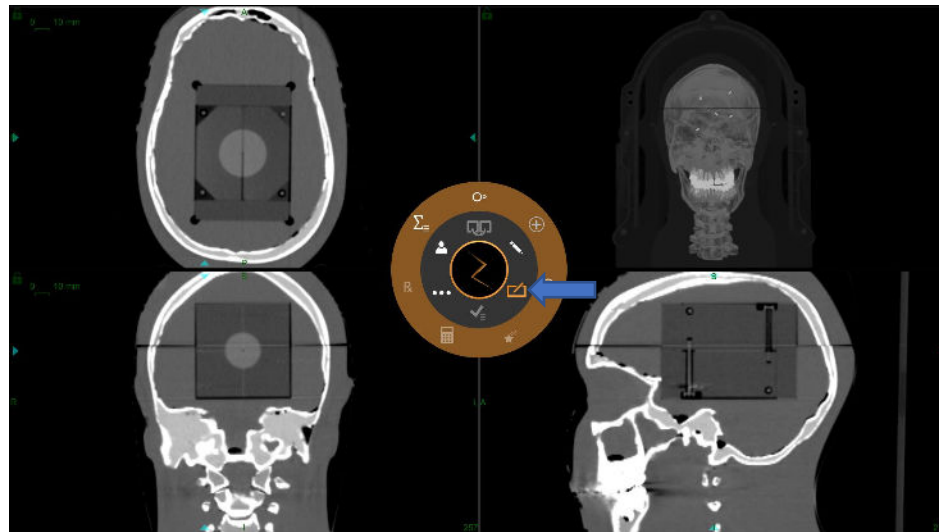

図7-2 Plan アイコン。
1. アイソセンターを追加するには、**Plan (計画)** アイコンをクリックします (図7-2 を参照)。